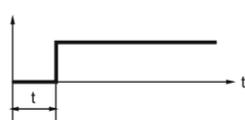

Рис.2
- обратный отсчет (  $\square$  ) - при включении устройства исполнительное реле включается по истечении установленного времени  $t$ , (рис.2).